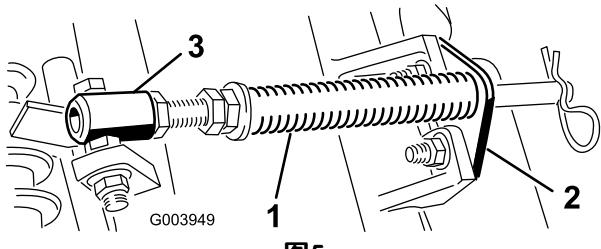

图5
- 拆下把杆支架固定到滚刀组凸耳上的 2 个车身螺栓和螺母（图5）。
- B. 拆下将弹簧管栓固定到承载架凸耳（图5）上的凸缘螺母，拆下组件。